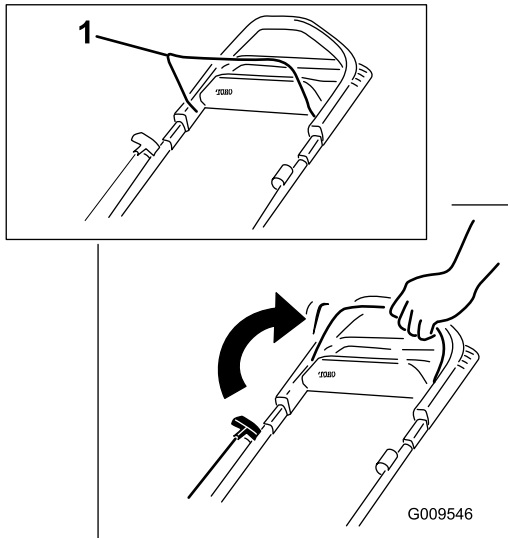

Bild 17
1. Drücken Sie den Schaltbügel gegen den Holm (Bild 17).